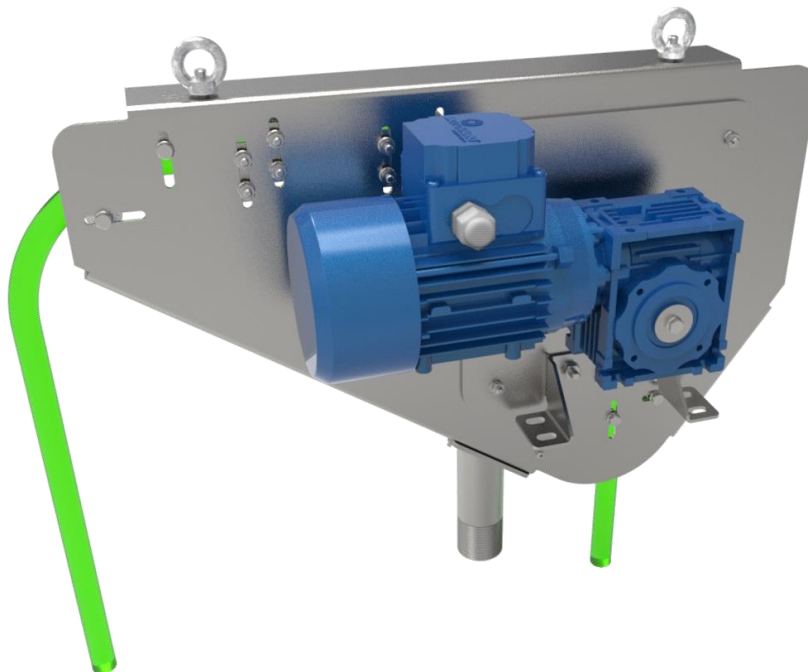

Рис.2. Установочный кронштейн скиммера
5.3. Прикрепите кронштейн крепления скиммера к кронштейну четырьмя болтами М8 необходимой длины (рис.2).